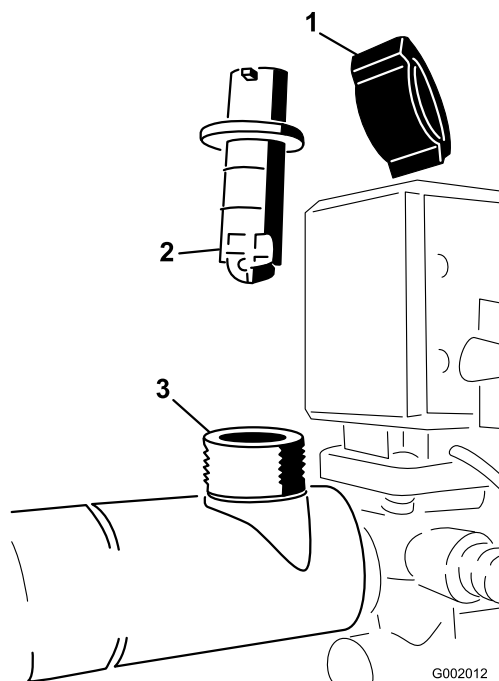

Figura 72
2. Retirar a cobertura de suporte do corpo do fluxímetro (Figura 72).